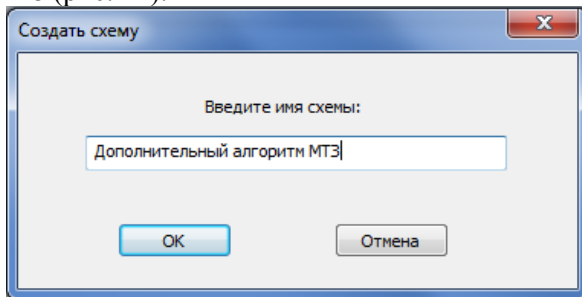

Рис. 14. Название логической схемы
11. В появившемся окне задать имя схемы «Дополнительный алгоритм МТЗ» (рис. 14).